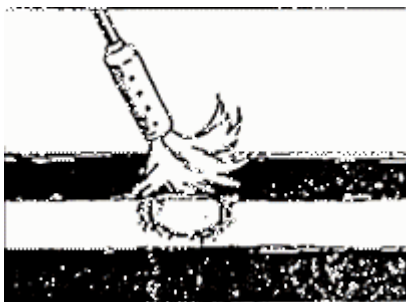

Рис.2
4.3 Подогреть оголённый металл трубы в зоне повреждения до температуры 30-40 °С, направляя пламя горелки преимущественно в центр повреждения (см. рис.2).